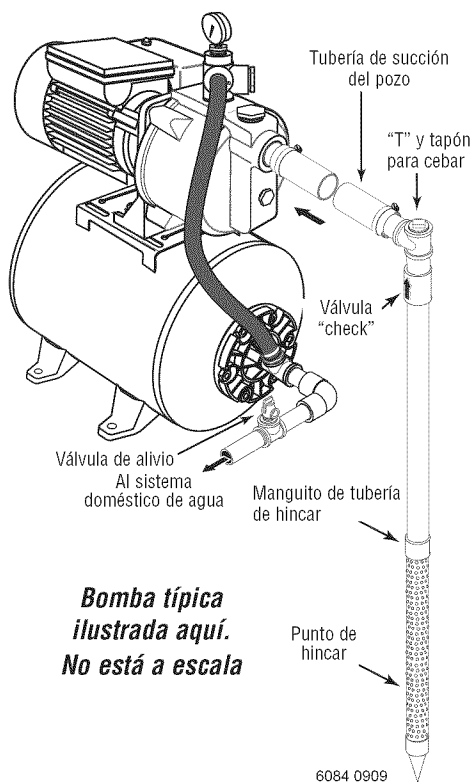
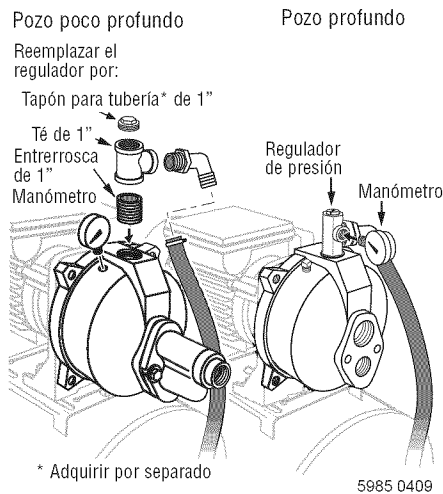

Figura 1: Instalación del punto de hincado
Figura 4 : Instalar un regulador de presión y un manómetro para pozo profundo. Instalar un té de cebar y un manómetro para pozo poco profundo.
Instalación del punto filtrante (Figura 1)
- Paso 3. Utilice el menor número de conexiones posible (especialmente codos) al conectar la tubería desde el punto del pozo al orificio de succión de la bomba. La tubería de succión debe ser por lo menos del mismo tamaño que el orificio de succión en la bomba (incluir una válvula de retención si la bomba no viene provista de una - ver la Figura 1). Soporte la tubería para que no haya inclinaciones verticales o hundimientos en ella a fin de que no ejerza tensión sobre el cuerpo de la bomba y con el propósito de que no se incline ligeramente hacia arriba desde el pozo hacia la bomba (los puntos altos pueden ocasionar que se formen bolsas de aire que pueden bloquear la bomba). Sellar las juntas de la tubería fileteada con cinta de Teflón^{MC} o con un compuesto para juntas de tubería a base de Teflón^{MC}, aprobado para usar en PVC. Las juntas deben ser a prueba de agua y estar herméticamente cerradas. Si la tubería de succión pudiera succionar aire, la bomba no podría sacar agua del pozo. Si un punto de pozo no proporciona suficiente agua, considere la posibilidad de conectar dos o tres puntos de pozo a una tubería de succión.
- Paso 2. Instale el regulador de presión y el manómetro en el cuerpo de la bomba (vea la Figura 4).
- Paso 2. Saque el regulador de presión del cuerpo de la bomba. Reemplácela con una entrerroscas bicónica de 1" NPT, un Té de 1" x 1" x 3/4" NPT, y un tapón para tubería de 1" NPT (vea la Figura 1). Instale el manómetro en el orificio tapado en el cuerpo de la bomba (vea la Figura 4).
- Paso 1. Saque la válvula de control del cuerpo de la bomba. Reemplácela con una entrerroscas bicónica de 1" NPT, un Té de 1" x 1" x 3/4" NPT, y un tapón para tubería de 1" NPT (vea la Figura 1). Instale el manómetro en el orificio tapado en el cuerpo de la bomba (vea la Figura 4).
- Paso 1. Instale el regulador de presión y el manómetro en el cuerpo de la bomba. Vea la Figura 4, página 34.